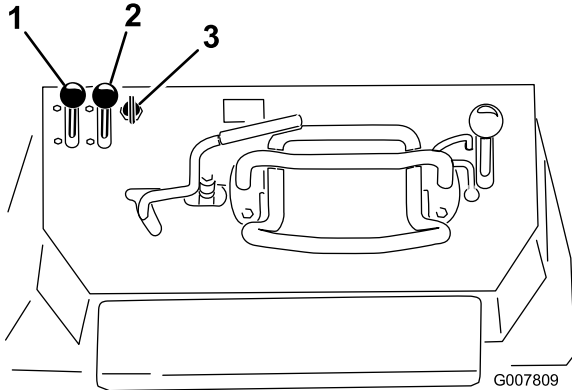

Figura 19
1. Mueva la palanca del acelerador a un punto intermedio entre las posiciones Lento y Rápido (Figura 19).
2. Mueva la palanca del estarter a la posición de Abierto (Figura 19).
- Modelo de arranque eléctrico: gire la llave a la posición de Marcha (Figura 19). Cuando el motor arranque, suelte la llave.
4. Mueva la palanca del estarter a la posición de Cerrado (Figura 19). Si el motor se cala o funciona de forma irregular, active el estarter otra vez hasta que el motor se caliente.
5. Mueva la palanca del acelerador a la posición deseada (Figura 19).
1. Mueva la palanca del acelerador a la posición de Lento (Figura 19).
3. Gire la llave a Desconectado (Figura 19).